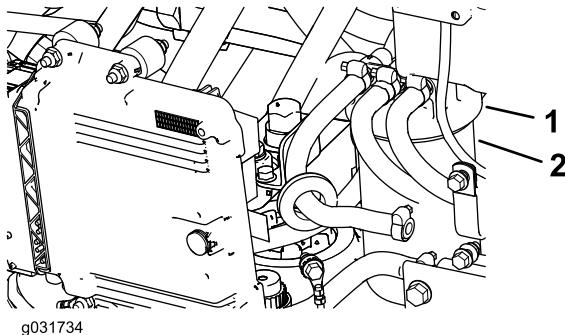

Figura 68
- Limpie la zona alrededor de la cabeza del filtro de combustible (Figura 68).
- Retire el filtro y límpie la superficie de montaje del cabezal del filtro (Figura 68).